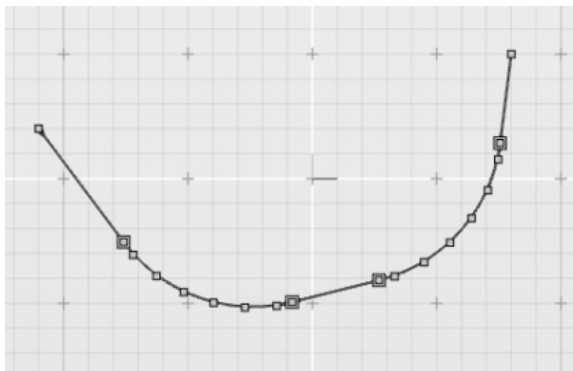

图 3-34 移除开放式圆角多边线的参数
3) 按〈C〉键移除开放式圆角多边线的参数，则可见其成为多个曲线实体组成的单一 NURBS 曲线，如图 3-34 所示。